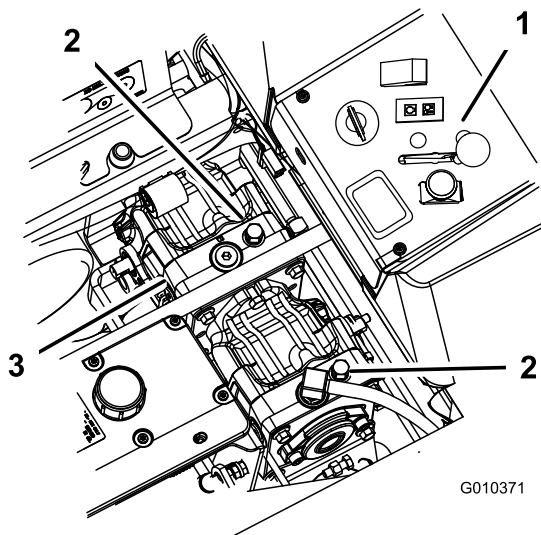

Bild 38
3. Drehen Sie die Sicherheitsventile um eine Umdrehung nach links, um die Maschine zu schieben (Bild 38).
Drehen Sie zum Betrieb der Maschine die Sicherheitsventile eine ganze Umdrehung nach rechts (Bild 38).